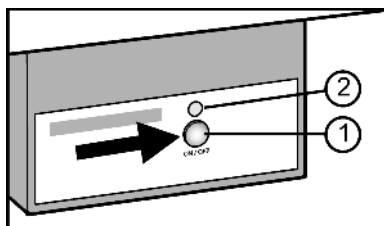

Fig. 12
- ▶ Нажмите и удерживайте кнопку On/Off Fig. 12 (1) так, чтобы светодиод Fig. 12 (2) загорелся.